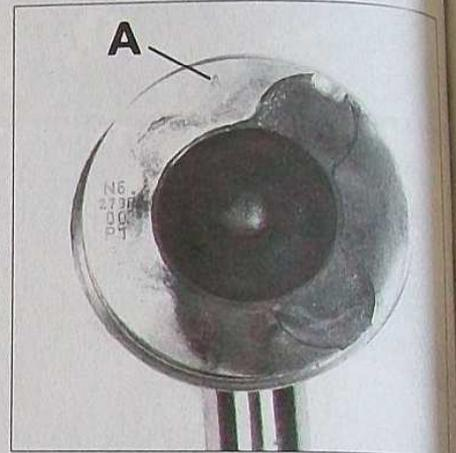

FIG. 59
collier à segments (ensemble n°1 côté volant moteur) et orienter la flèche (A) côté distribution (Fig.59) (les empreintes des soupapes se trouvent côté échappement).